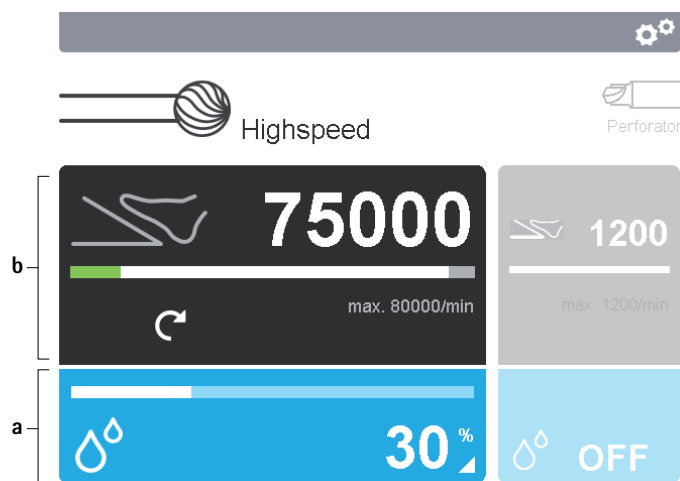

Fig. 5 Activar painéis de comando
- Alterar parâmetros de configuração da unidade de aplicação: Premir painel de comando da unidade de aplicação **b** no mostrador 2, ver Fig. 5.